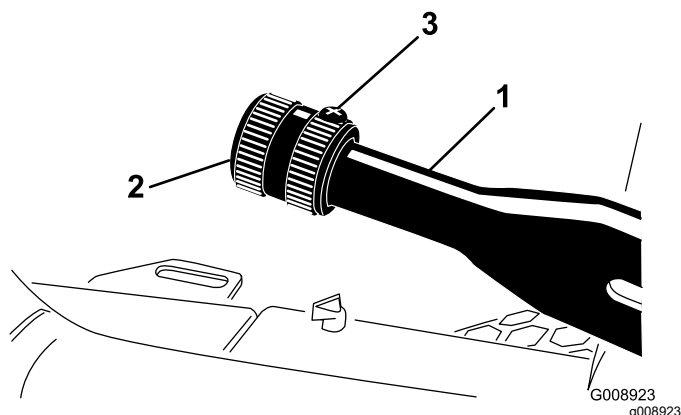

Figure 59
2. Desserrez la vis de fixation du pommeau sur le levier du frein de stationnement (Figure 59).